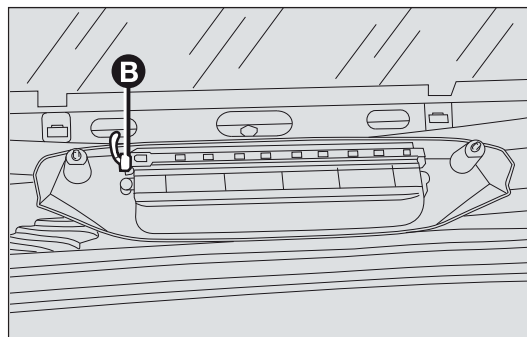

fig. 159
- ☐ scollegare il connettore B-fig. 159 e asportare il gruppo ottico;